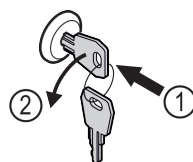

Fig. 181
- Вставьте ключ. Fig. 181 (1)
- Поверните ключ на 90° против часовой стрелки. Fig. 181 (2)